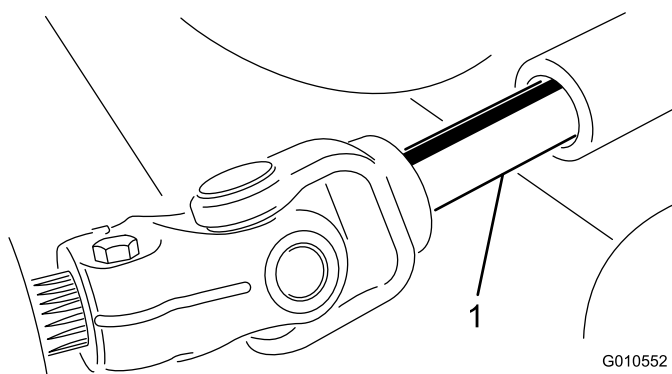

図 25
3. オスの PTO シャフトとメスの PTO シャフトを接続する 図 25。